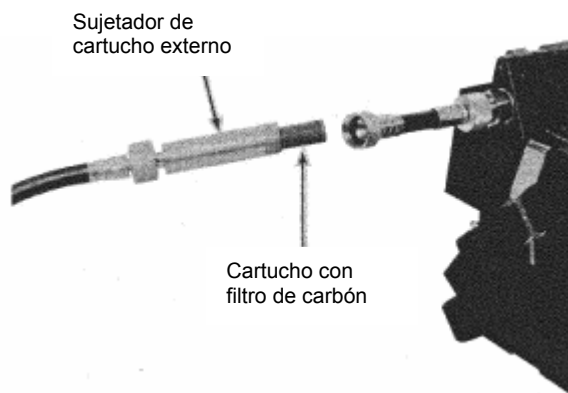

Figura 2-3. Conexión del Sujetador de Cartucho Externo
3. Remueva las tapas en ambos extremos del cartucho filtro de carbón activado e insértelo en el sujetador externo del cartucho. Figura 2-3.